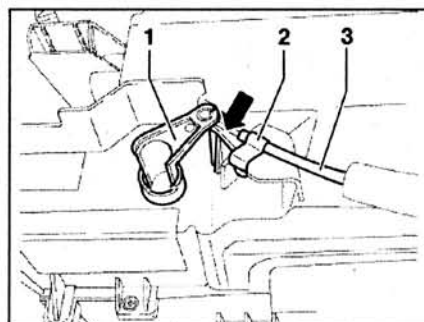

Рис. 8.80. Отожмите в крайнее положение (стрелка) и удерживайте рычаг 1. Вставьте трос в рычаг 1 и закрепите оболочку 3 троса фиксатором 2.
5. Отожмите в крайнее положение (стрелка) и удерживайте рычаг 1 (рис. 8.80). Вставьте трос в рычаг 1 и закрепите оболочку 3 троса фиксатором 2.